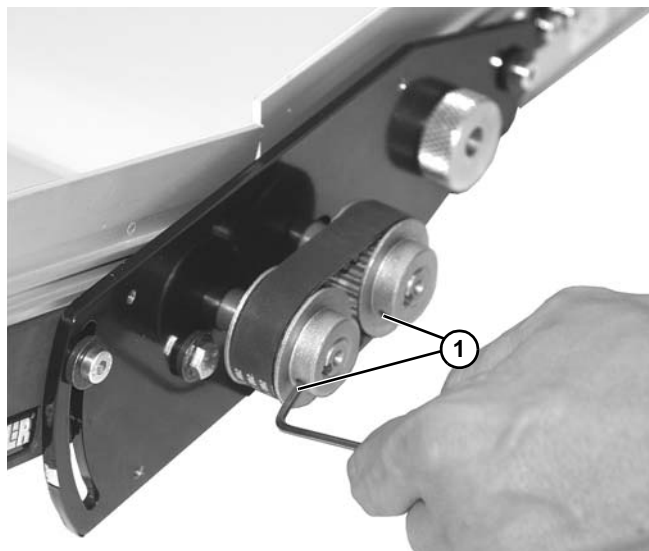

Figura 77
2. Afloje los tornillos de fijación (Figura 77, artículo 1) de las poleas.